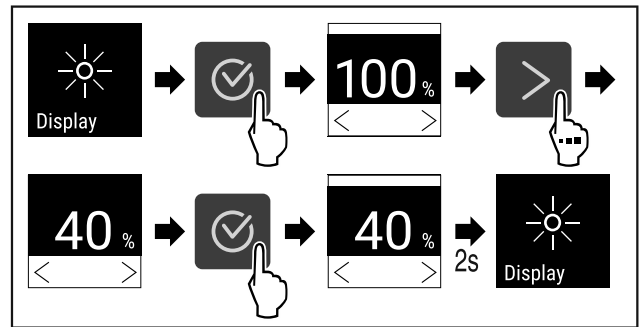

Fig. 101
- ▶ Efectuați pașii de acțiune (vezi Fig. 101).